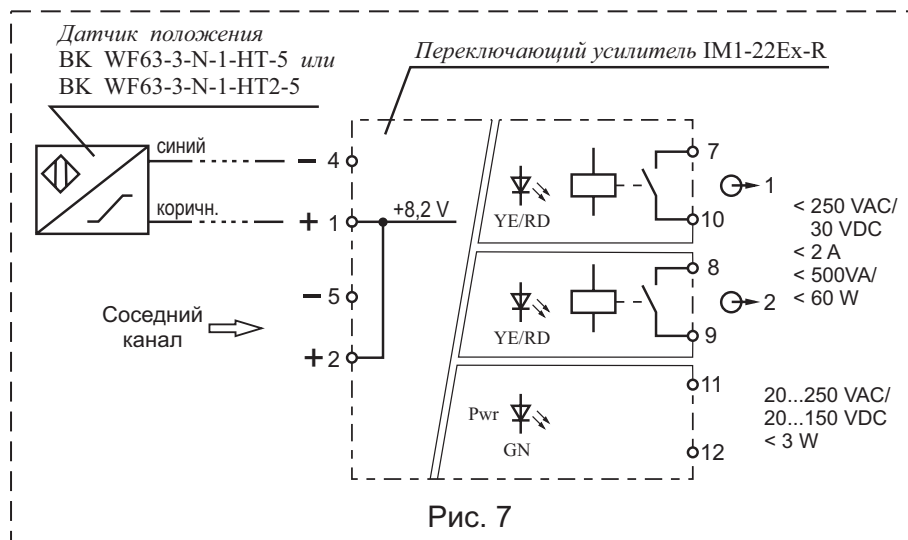

Рис. 7
4.4 Электрический монтаж датчика положения и переключающего усилителя производите в соответствии со схемой рис. 7 и руководством по эксплуатации на датчик положения и переключающий усилитель. Выходное реле переключающего усилителя открывается при срабатывании клапана.
4.5.7 В случае выхода из строя одного из каналов переключающего усилителя произведите переподключение датчика положения на другой (соседний) канал. Съем сигнала с усилителя производите с выхода соседнего канала (см. рис. 7 и паспорт на переключающий усилитель).